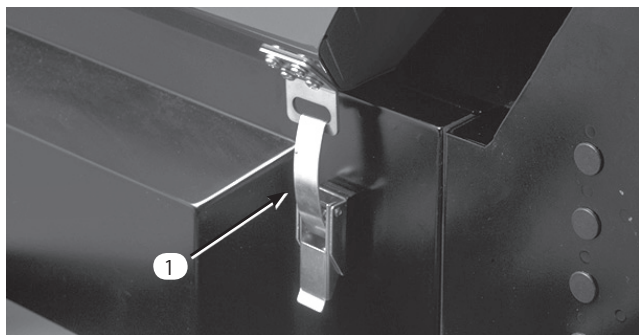

図2
1. 平らな場所に駐車する。エンジン・カバーのラッチ（図2）を外す。